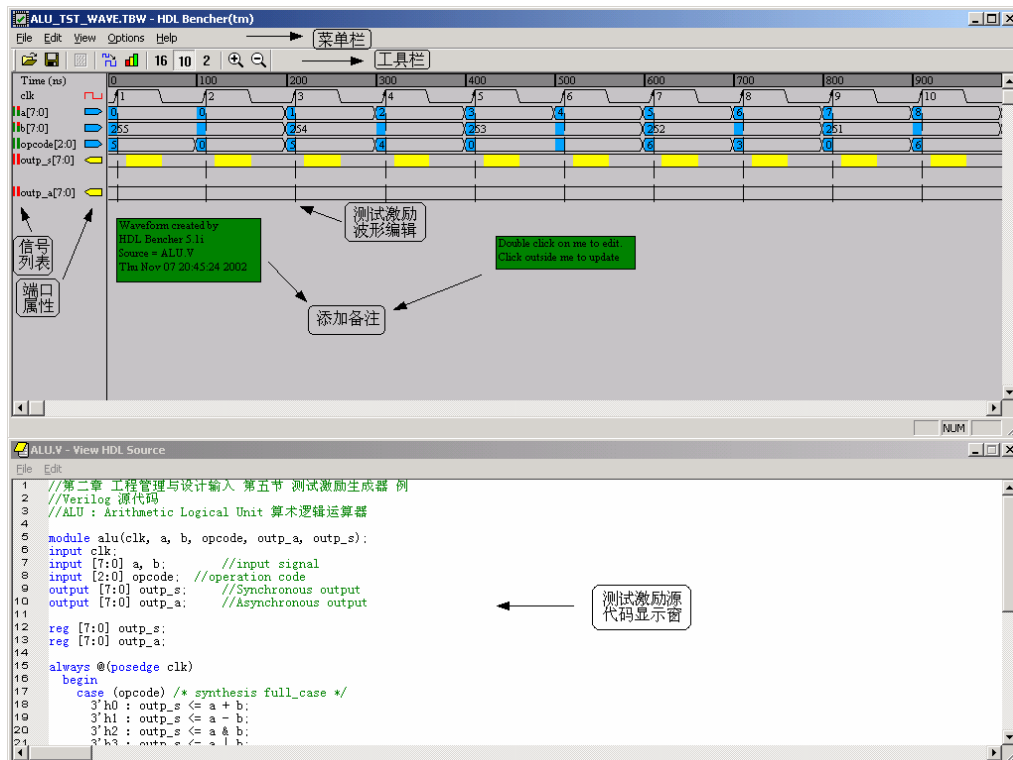

图2-94 测试激励波形编辑窗
8. 单击 **完成** 按钮，完成异步时序设置，进入 HDL Bencher 测试波形编辑窗口。整个窗口分为两个部分，上面是测试激励波形编辑窗，下面是源代码显示窗，如图 2-94 所示。